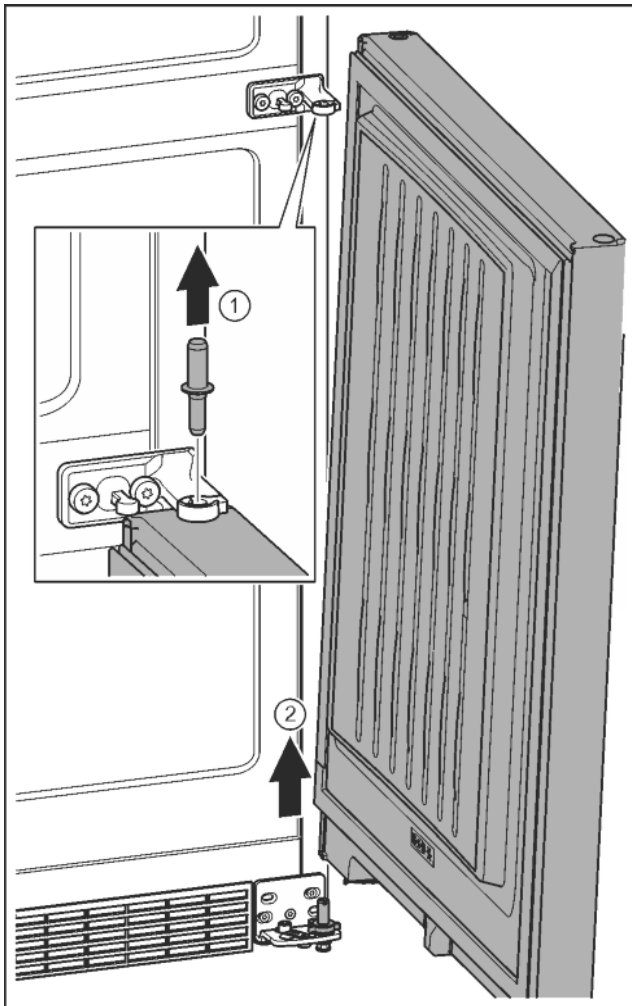

Fig. 11
- ▶ Bolzen nach oben herausziehen. Fig. 11 (1)
- ▶ Tür herausschwenken, nach oben ziehen und beiseite stellen. Fig. 11 (2)